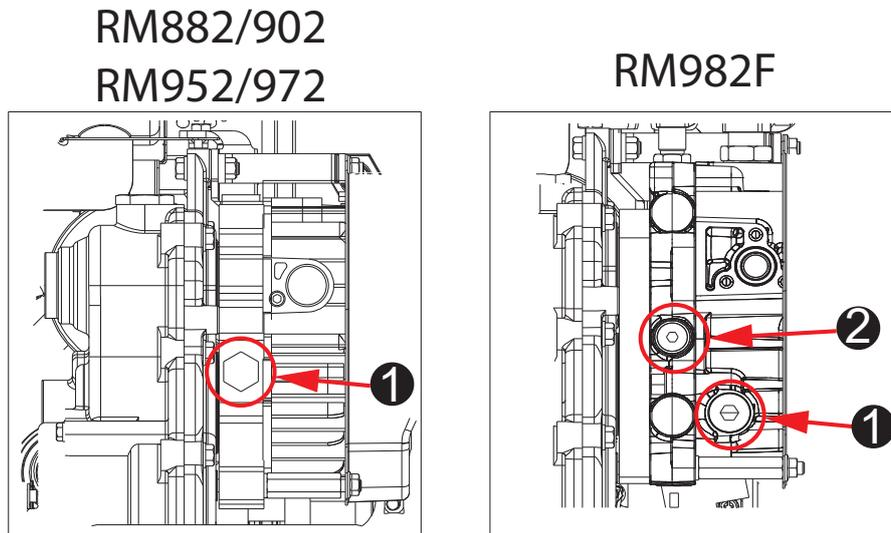

Abb. 14A
1. Stellen Sie einen geeigneten Behälter unter die HST-Einheit, um das Öl aufzufangen, und entfernen Sie dann die Ölablassschraube (Pos. 1 Abb. 14A).
**Lösen Sie niemals die Schraube (Pos. 2 Abb. 14A). Andernfalls kann dies das Fahren der Maschine beeinflussen. Dies wird als Missbrauch betrachtet und durch Missbrauch verursachte Schäden fallen nicht unter die Garantie.**